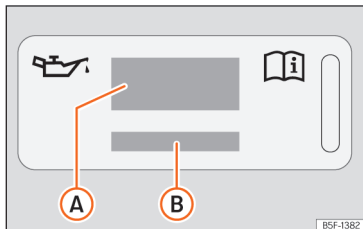
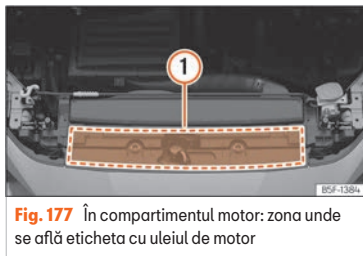

Fig. 176 În compartimentul motor: eticheta cu ulei de motor
Fig. 177 În compartimentul motor: zona unde se află eticheta cu uleiul de motor
Explicație pentru » » » **fig. 176:**
Dacă este necesară completarea cu ulei de motor, utilizați numai uleiurile indicate pe etichetă » » » **fig. 176**. Eticheta cu standard prevăzut este amplasată în partea din față a compartimentului motor » » » **fig. 177** **(1)**. Dacă utilizați uleiul de motor recomandat, puteți completa uleiul ori de câte ori este necesar.
- Dacă lipsește eticheta cu specificațiile uleiului de motor >>> **fig. 176**, contactați un atelier specializat.